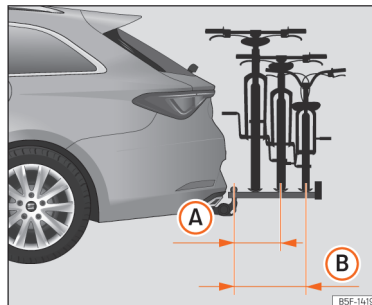

Рис. 206 Схематичне зображення: граничний виступ для двох або трьох велосипедів.
»» **рис. 206 (A).** Для трьох велосипедів – 700 мм »» **рис. 206 (B).**